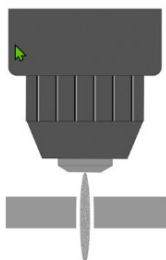

Fig. 8
1. Corrigez la hauteur du chalumeau et coupez dans un sens perpendiculaire au matériau. Inclinaison minimale et inclinaison égale. Matière consommable dont la durée utile est la plus longue (fig. 8).